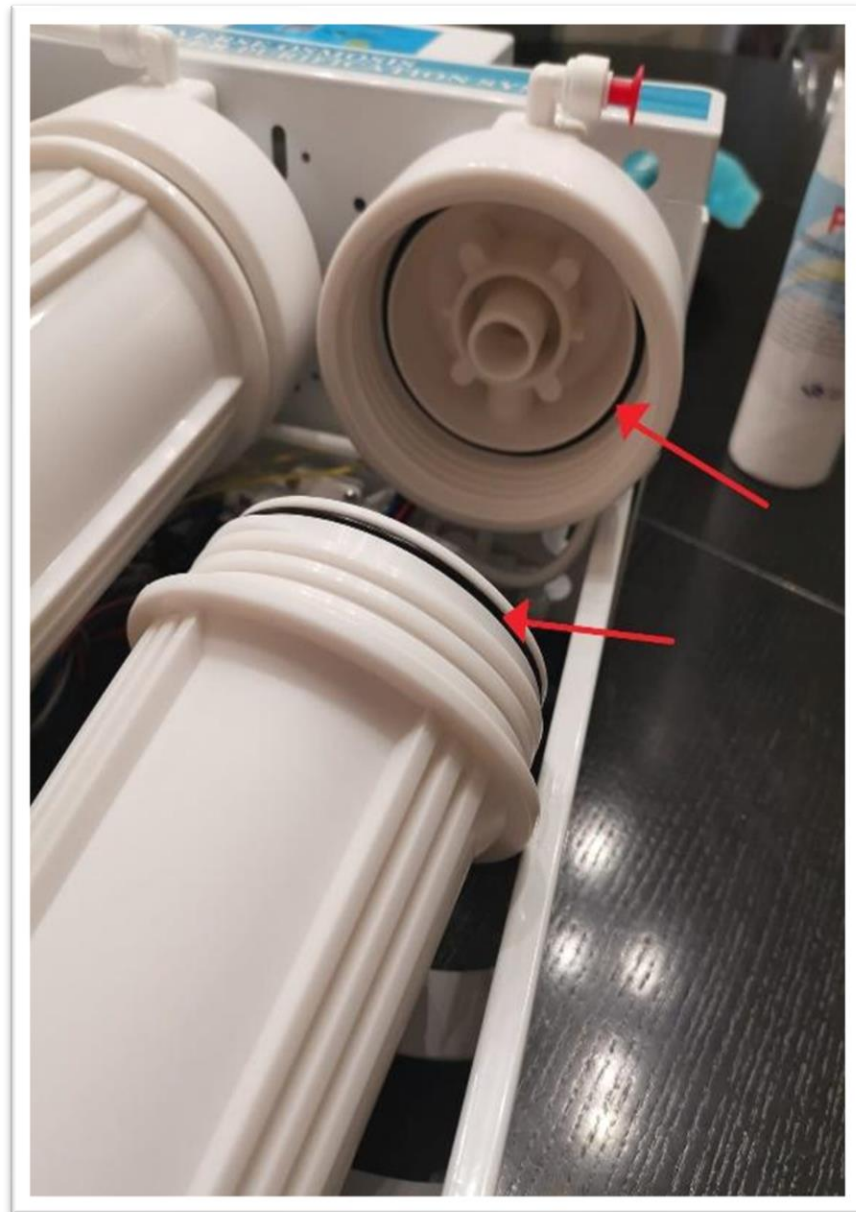

Fig. 5
- Con l'apparecchio disteso in posizione orizzontale o capovolto per facilitare l'inserimento, svitare i 3 contenitori verticali dei prefiltri e inserire le 2 guarnizioni nere di gomma (indicate in fig.5 dalle frecce rosse) in ciascuno dei 3 contenitori, facendo molta attenzione a evitare pieghe e fuoriuscite delle guarnizioni dall'apposito alloggiamento.